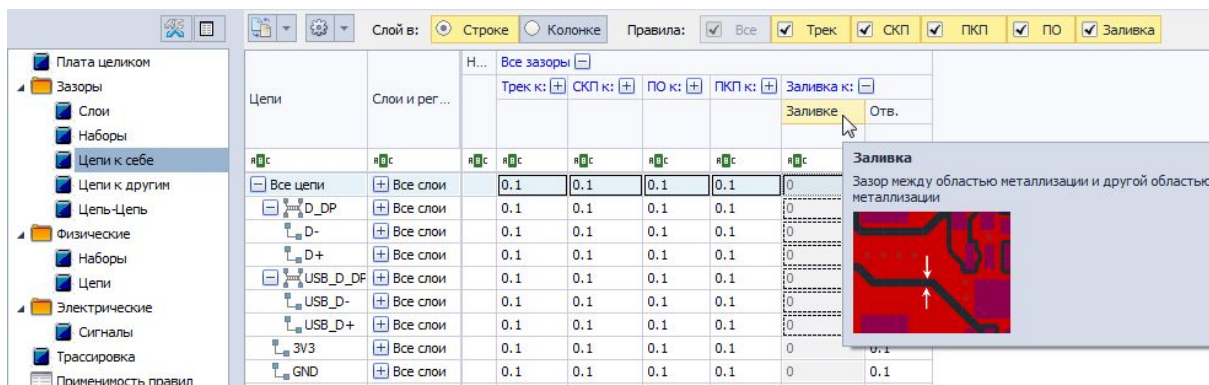

Рис. 25 Зазор между областью металлизации и другой областью металлизации
- Зазор между областью металлизации и другой областью металлизации одной цепи обозначается как «Заливка к Заливке», см. Рис. 25.